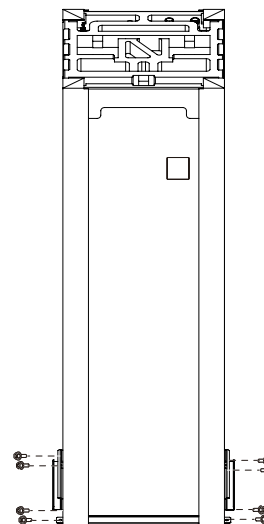

Fig. 5-5
- Retire los 8 tornillos de la chapa metálica y retírela (consulte la Fig. 5-5).